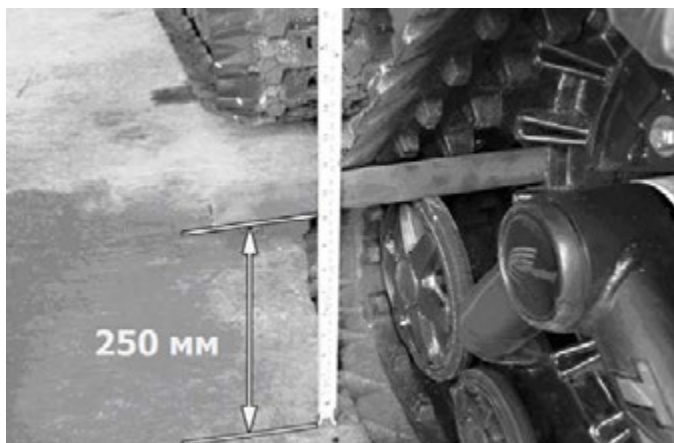

Рис. 4 Контроль высоты
- Поставить узкую металлическую полосу на задние колеса гусеничной тележки и измерить высоту, как это показано на рис. 4.